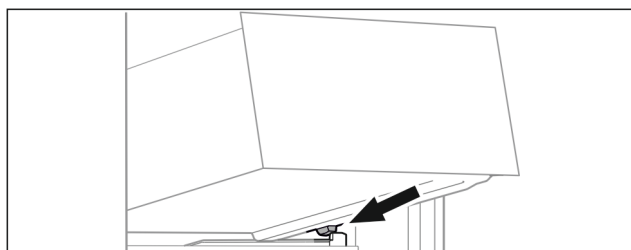

Fig. 71
- ▶ Поставете чекмеджето под ъгъл зад ограничителите върху реброто на съда. (виж Fig. 71)